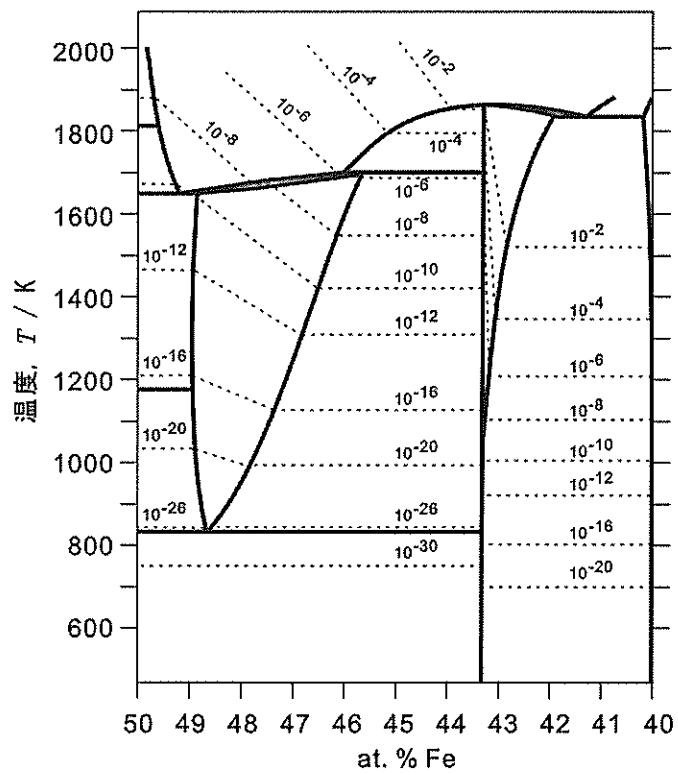

図2 Fe-O系の部分状態図。等酸素分圧線がatmの単位でプロットされている。
(3) 図1(c)のように、電気炉Aの前段に温度1000 Kに保った別の電気炉Bを設置し、電気炉Bに Fe_3O_4 と Fe_2O_3 の混合物を設置した。電気炉Aには何も入っておらず温度は室温である。また、ボンベを純Arガスに交換し、電気炉内の全圧が1 atmとなるように調整してガスを流通させた。図2に示す等酸素分圧図を参考に電気炉A内のおおよその酸素分圧を答えよ。
(4) 設問(3)で考えたように Fe_3O_4 と Fe_2O_3 の混合物を設置した電気炉Bの温度を1000 Kに保ったまま、電気炉Aに少量の純Feを設置し、電気炉Aを1500 Kに昇温した。この純Feはどのように変化するか答えよ。
(5) 壓力1 atmの完全気体の酸素と純粹な α Feを標準状態とする1モルの Fe_2O_3 の標準生成ギブズエネルギーが0 ~ 950 Kにおいて以下の一次関数形で与えられる。同じ標準状態の700 Kにおける1モルの Fe_3O_4 の標準生成ギブズエネルギーを図2から求めよ。ただし、 Fe_2O_3 および Fe_3O_4 の標準状態はこの温度での安定な状態とし、非化学量論性は無視してよい。